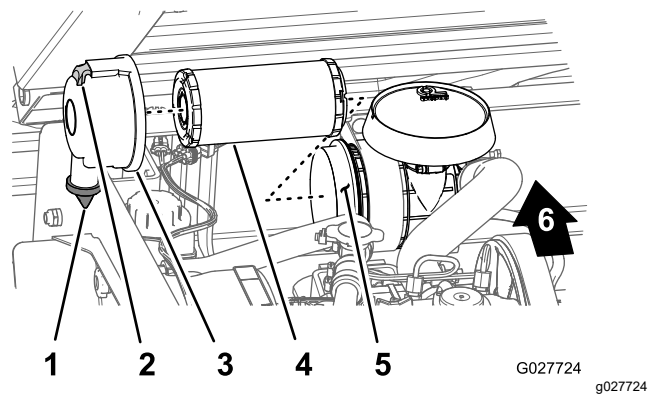

図 35
- エアフィルタ本体にリーク原因となりそうな傷がないか点検する 図 35。
- ラッチを引いて外し、カバーを左にひねってボディからはずす 図 35。
- 汚れを落とさないように注意しながら、ハウジング 図 35 内部からエレメントを静かに引き出す。
1. エアフィルタのカバーについている異物逃がしポートを清掃する 図 35。
2. カバーについているゴム製のアウトレットバルブを外し、内部を清掃して元通りに取り付ける (図 35)。
3. エレメントをハウジング内部にしっかり取り付ける。エレメントの外側のリムを軽く押さえて確実にハウジングに密着させる 図 35。
4. アウトレットバルブが下向き後ろから見たとき、だいたい時計の5時と7時の間になるようにカバーを取り付ける 図 35。
5. カバーをハウジングにラッチで固定する (図 35)。